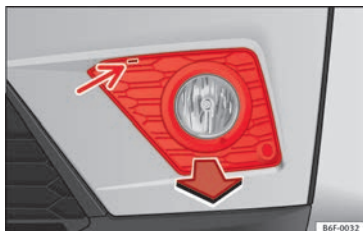

Fig. 113 Faro fendinebbia: estrarre la griglia
1. Servendosi di un cacciavite, fare leva sulla tacca » **fig. 113** (freccia). In seguito staccare le clip situate nel perimetro della griglia, tirando quest'ultima.